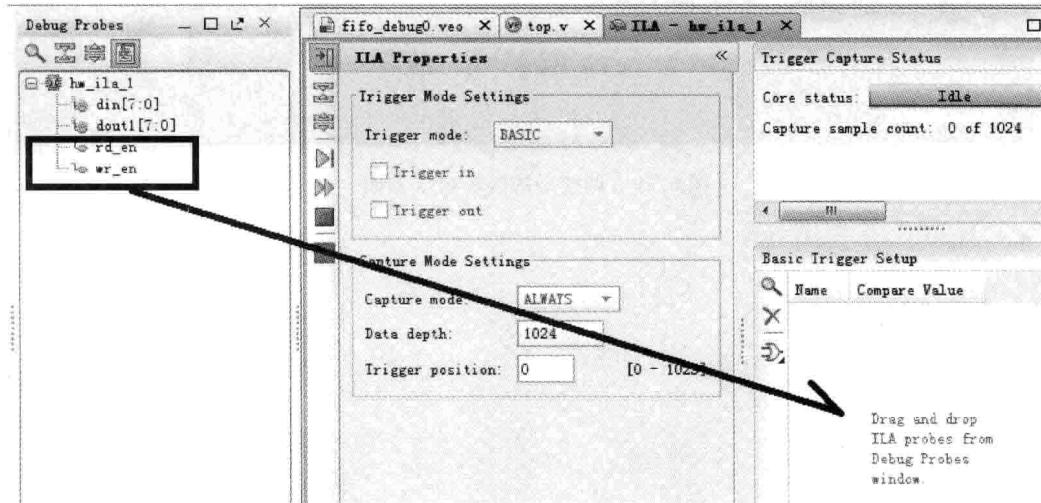

图 3.27 添加基本触发条件
(20) 如图 3.27 所示,在 Debug Probes 窗口下,选择 rd\_en 和 wr\_en 信号,按照箭头所示方向,将其拖曳添加到 Basic Trigger Setup 窗口中。